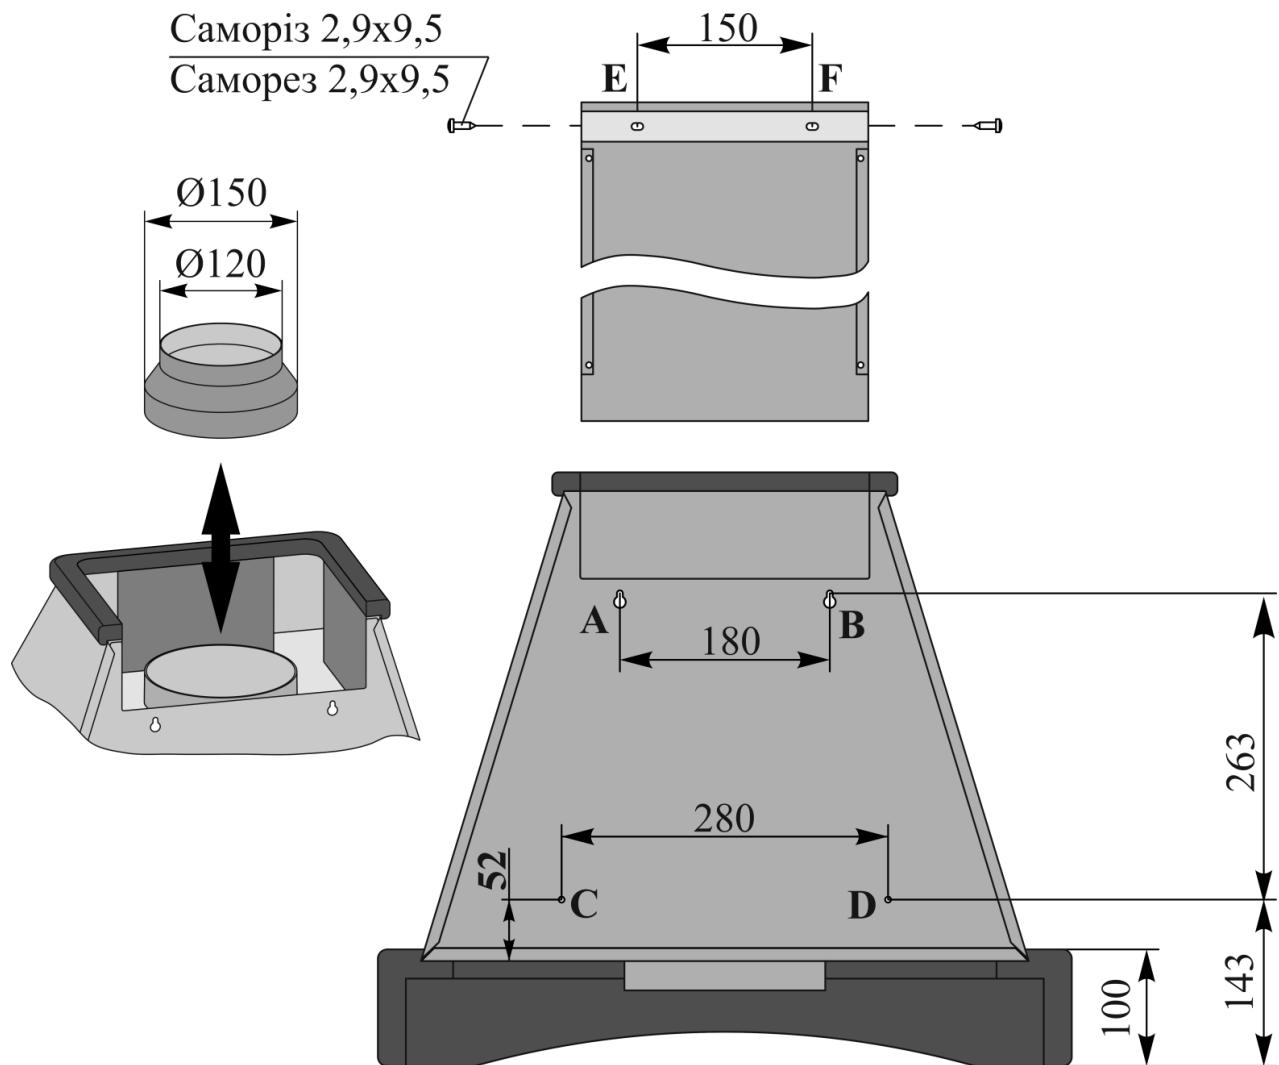

Рис.5
6.3 Проведите разметку крепежных отверстий корпуса на стене кухни. Для этого изготовьте бумажный шаблон с координатами 4-х отверстий на задней стенке корпуса (**точки А, В, С, D**); приложите шаблон к стене на необходимой установочной высоте, указанной ранее, и выровняйте по уровню (**рис.5**).
6.8 Вставьте кожух дымохода в нишу корпуса так, чтобы он закрывал воздуховод вентиляции, и разметьте по пазам планки кожуха **2 отверстия под крепления (т. Е, F) (рис.5).**
6.11 Установите кожух в нишу корпуса, совместите с планкой кожуха и соедините их с боков 2-ма шурупами (саморезами) ПКГ 2,9x9,5 (рис.5).